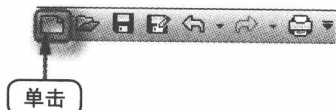
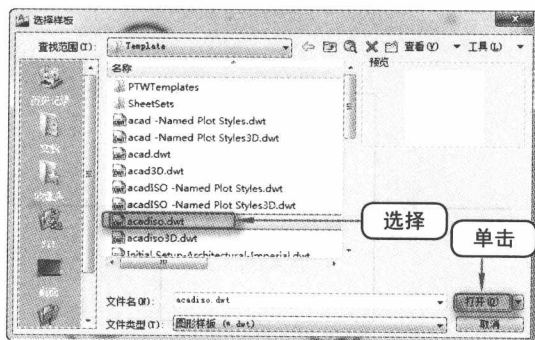

图1-1 单击【新建】命令
图1-2 【选择样板】对话框
(1) 单击快速访问工具栏中的【新建】^①命令，如图1-1所示，弹出如图1-2所示的【选择样板】对话框，在对话框中选择“ acadiso.dwt”样板，单击【打开】按钮。